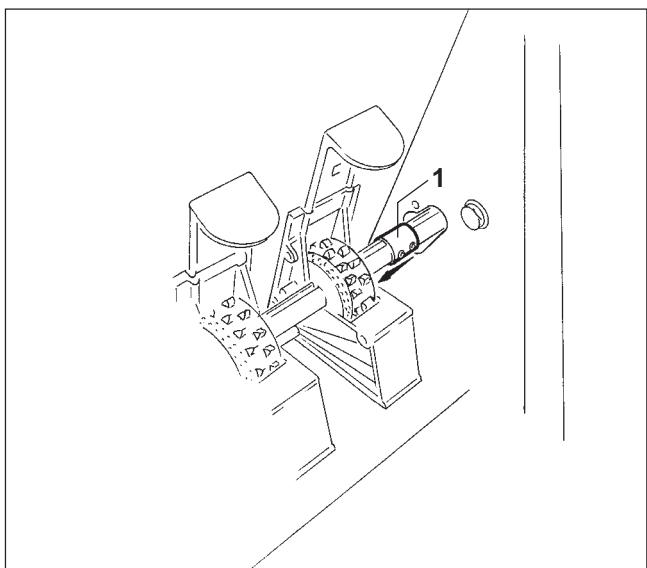

Рис. 7.23
- Валик высевающего аппарата соединен с валом редуктора при помощи втулок (Рис. 7.23/1). Открутите шестигранный винт и передвиньте втулку (Рис. 7.23/1) на валике высевающего аппарата. При большой ширине захвата валики высевающего аппарата разделены и соединены при помощи втулок (Рис. 7.23/1). Втулки соответствующим образом ослабить и передвинуть.
- Соедините валик втулками (Рис. 7.23/1) и закрепите при помощи шестигранных винтов.